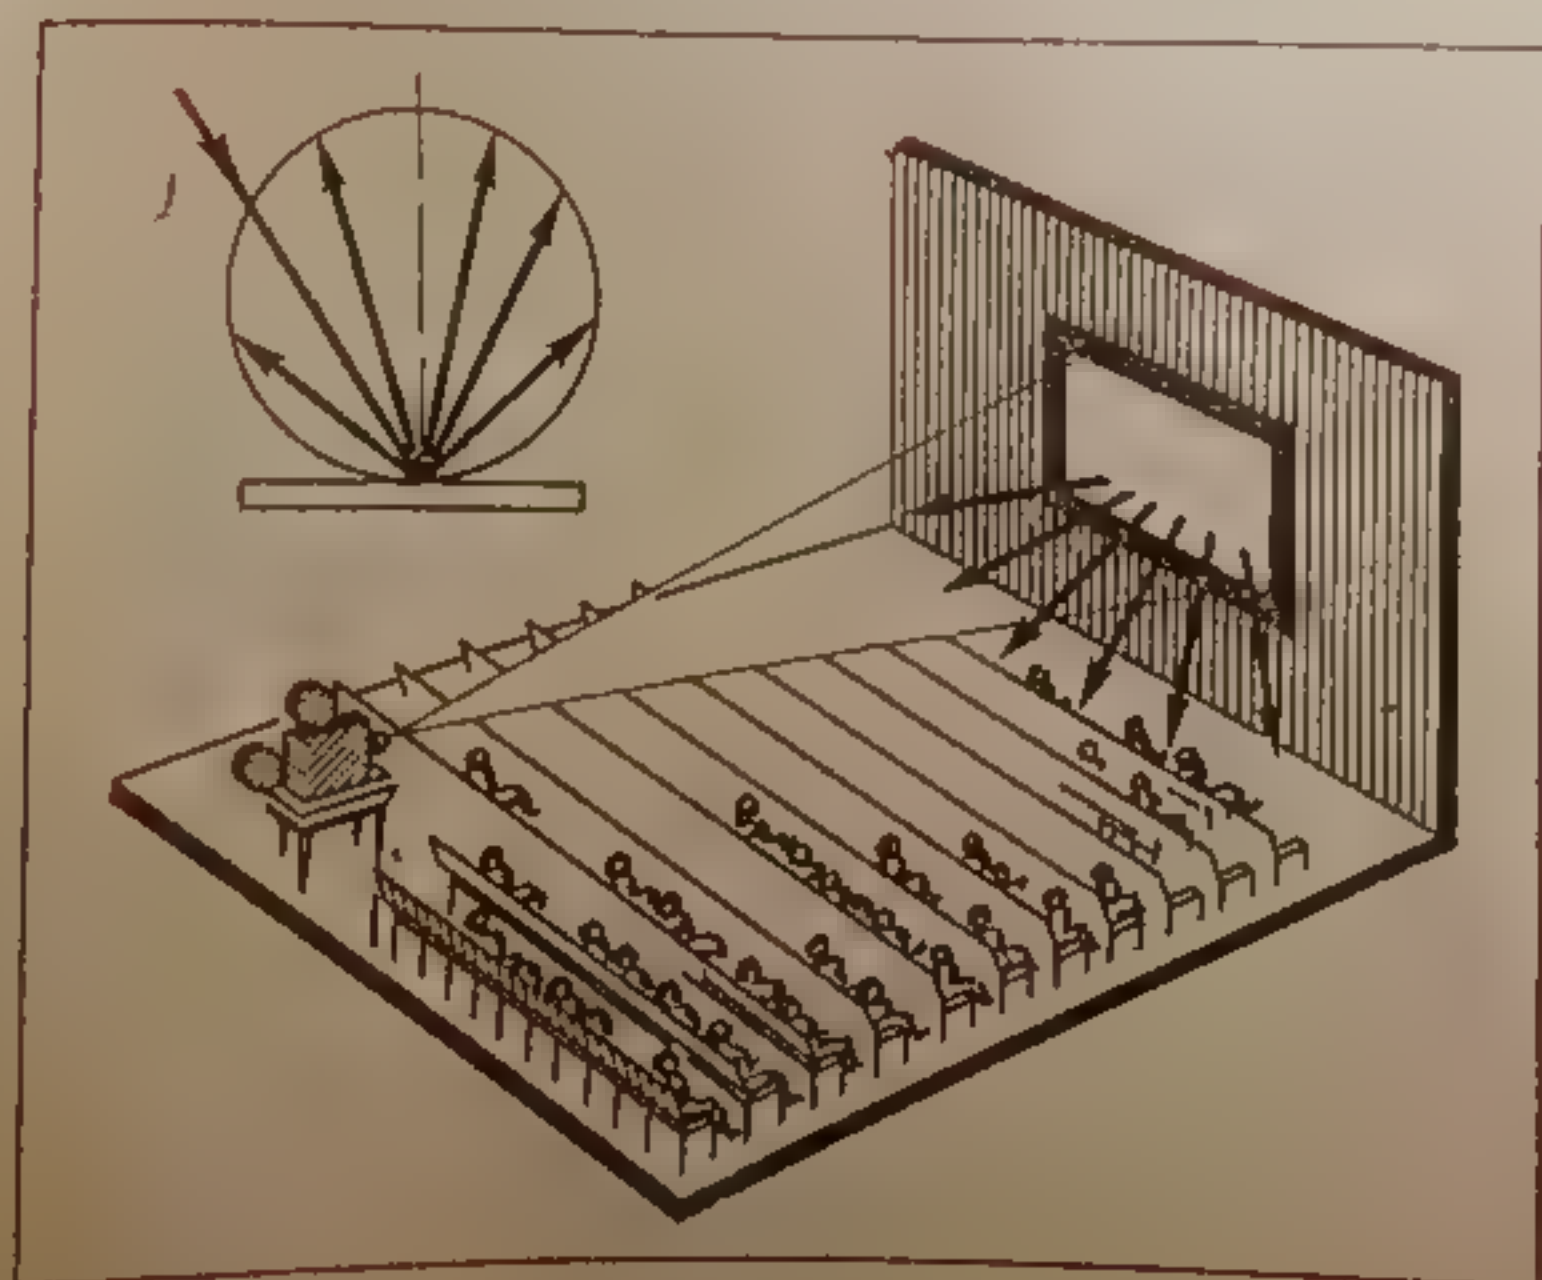

Рис. 6. Схема действия диффузно отражающего экрана
**Диффузно отражающие экраны.** Экраны этого типа наиболее широко применяются в практике любительской диапроекции. Они отражают свет равномерно во все стороны, поэтому яркость изображения на таком экране не зависит от угла, под которым ведется просмотр (рис. 6), что очень важно для условий домашней проекции.